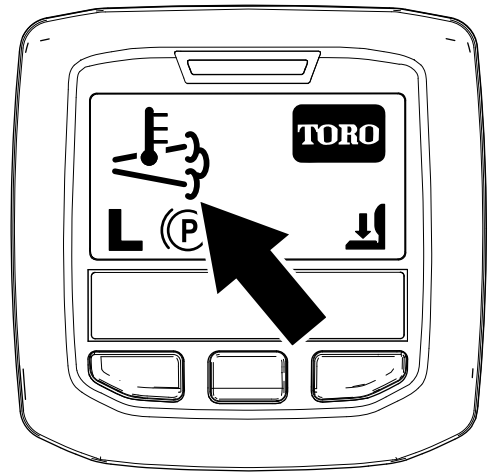

Figura 40
- O ícone da temperatura de escape elevada surge no InfoCenter (Figura 40).